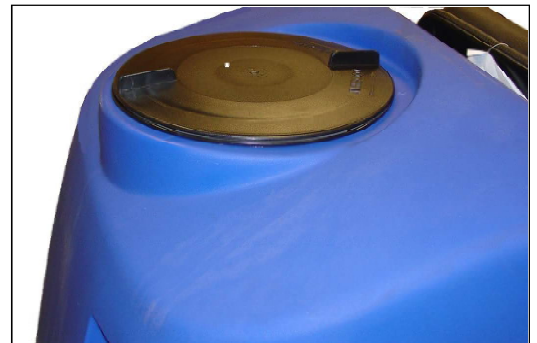

Abbildung 31
4. Prüfen Sie, dass der Aufnahmetankdeckel angebracht und richtig festgestellt ist (siehe Abbildung 31, A).